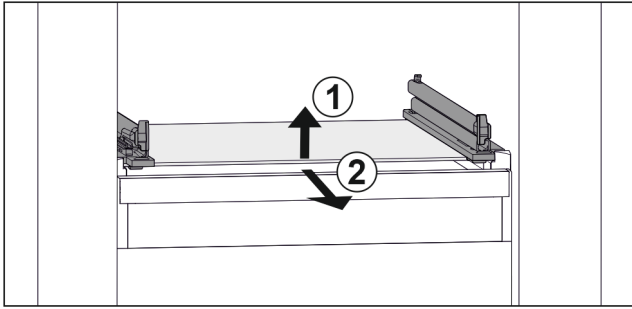

Fig. 74 Примерное отображение стеклянной пластины
- Приподнимите стеклянную пластину спереди. Fig. 74 (1)
- Извлеките стеклянную пластину движением вперед. Fig. 74 (2)